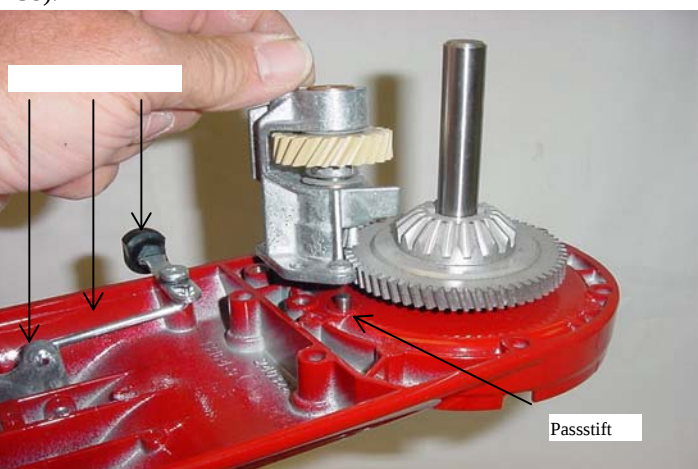

Abb. 58: Die beiden Passstifte müssen in den Fuß des Schneckenradhalters greifen.
J. Schneckenradbaugruppe mit Lagerhalter auf die untere Getriebeabdeckung setzen. Die beiden Passstifte müssen in die entsprechenden Bohrungen im Fuß des Halters greifen (Abb. 58).
K. Arretierhebel-, Verbindungsstangen- und Verriegelungseinheit (Arretierhebel-, Verbindungsstangen- und Verriegelungseinheit) prüfen. An dieser Baugruppe sollten weder Verschleiß noch sonstige Schäden vorhanden sein (Abb. 58).